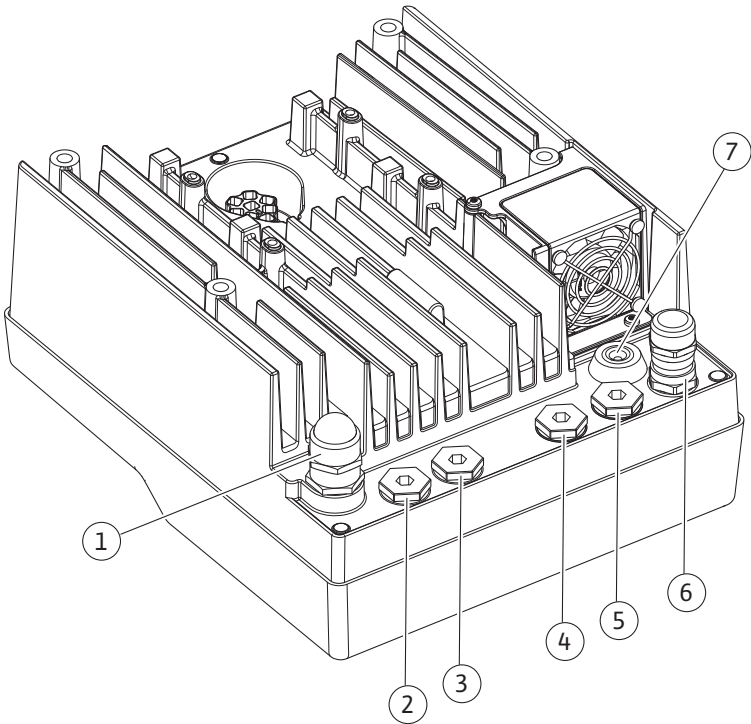

Fig. 10: Кабельні нарізні з'єднання/кабельні під'єднання
- Модуль CIF для інтеграції до системи автоматизації споруди (шинна комунікація): Екран під'єднується до кабельного вводу електронного модуля (Fig. 10).
4. Провести під'єднувальний кабель через кабельне нарізне з'єднання M25 (Fig. 10, поз. 1). Затягніть кабельне нарізне з'єднання з передбаченим крутним моментом.